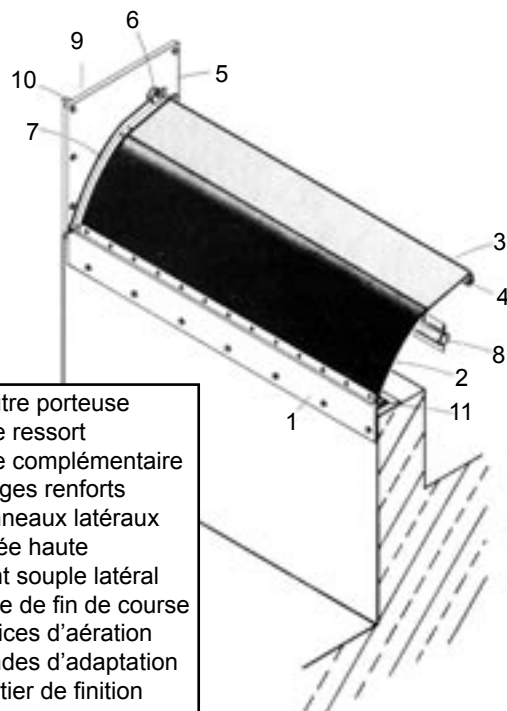

Fig. 1 : Pièces constitutives du seuil souple UFT-FluidBend.
La construction du seuil souple UFT-FluidBend est représentée par la figure 1. Le profil de base (1) a une section en forme de L. Il est chevillé horizontalement contre le mur lisse et vertical prévu à cet effet. La hauteur du seuil de déversement souple UFT-FluidBend dépend, du type de seuil, du débit de consigne, de la hauteur d'eau souhaitée, et est calculée individuellement par UFT.